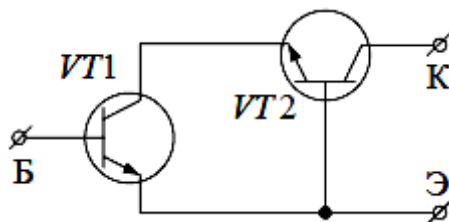

Рисунок 3.46 – Каскадная схема
3. Составной транзистор, выполненный по так называемой *каскадной схеме* (рисунок 3.46). Она характеризуется тем, что транзистор  $VT1$  включен по схеме с общим эмиттером, а транзистор  $VT2$  – по схеме с общей базой. Такой составной транзистор эквивалентен одиночному транзистору, включенному по схеме с общим эмиттером, но при этом он имеет гораздо лучшие частотные свойства и большую неискаженную мощность в нагрузке.